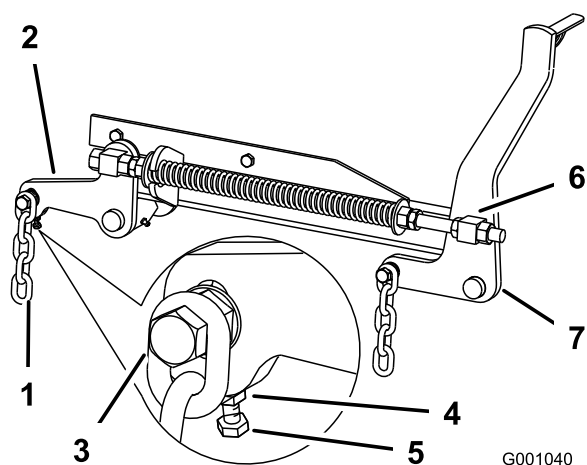

Figura 76
7. Se le misure al punto **B** o **C** non sono esatte, allentate il bullone che monta la catena posteriore al braccio di supporto posteriore (Figura 76).
8. Allentate il controdado sottostante il braccio di supporto posteriore e regolate il bullone di regolazione fino ad ottenere una misura tra 79 e 83 mm (Figura 76).
- Allentate di 13 mm circa i controdadi delle parti girevoli anteriori destra e sinistra (Figura 76).
- Regolate i dadi di sollevamento sui lati destro e sinistro della macchina finché la parte anteriore della macchina non risulta più bassa di 6–10 mm davanti, al punto **A**, rispetto alla parte posteriore al punto **B** (Figura 76).